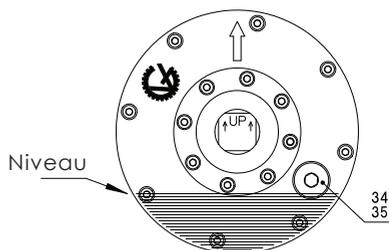

Fig. 3b
2. Tournez le tambour moteur jusqu'à ce que le bouchon de vidange pos 34 se trouve sur 6 heures.
5. Remplissez à nouveau le tambour moteur d'huile, en respectant le type recommandé et la bonne quantité. Le niveau d'huile est bon lorsque la flèche radiale sur le flasque dans lequel se trouve le bouchon de vidange pointe vers le haut à 12 heures. Le niveau huile doit arriver à hauteur du coté inférieur du filetage du bouchon de vidange (voir fig. 3b).
6. Remettez le bouchon de vidange en place; si nécessaire remplacez le joint cuivre (pos.35, voir le plan en coupe page 20-22).